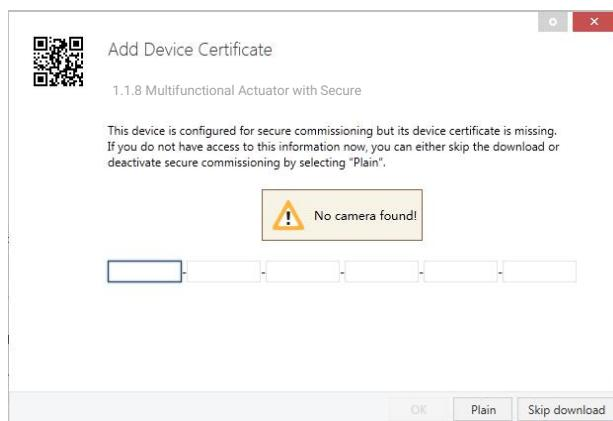

图 4.1(2) Add Device Certificate 窗口
❖ 首次下载设备时，ETS 中会打开一个窗口，提示用户输入密钥，如下图 4.1 (2)。